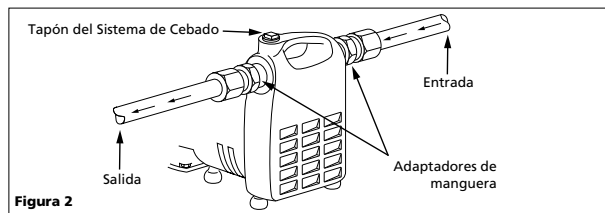

Figura 2
4. La Figura 2 le indica cómo instalar la bomba. Los adaptadores con rosca se le suministran para que conecte mangueras para jardín cuando las condiciones lo permitan. Bajo ninguna circunstancia la bomba debe estar a más de 4,6 m (15 pies) de distancia (vertical u horizontal) de la entrada de suministro. Instale una válvula de pie cuando la bomba se vaya a colocar a más de 3,0 m (10 pies) de altura o cuando la línea de succión sea de más de 3,0 m (10 pies).